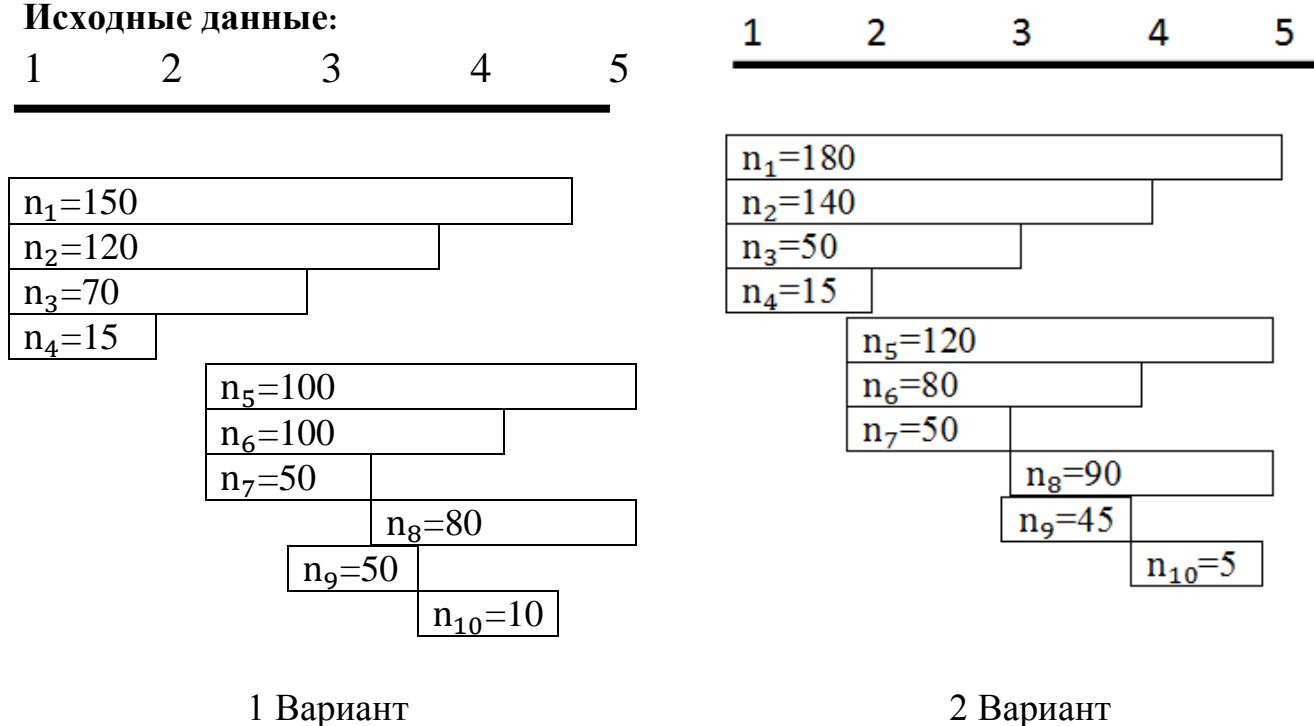

Рисунок 1
2. Представить семь вариантов плана формирования поездов и определить оптимальный из них методом абсолютного расчета (рисунок 1, таблица 1).